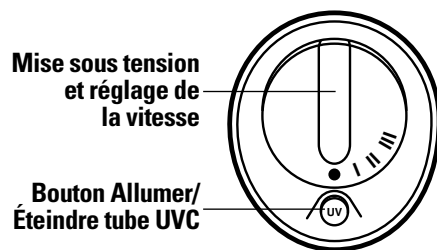

Figure 2
3. Sélectionnez l'activation ou la désactivation des rayons UVC à l'aide du bouton Allumer/Éteindre tube UVC (Figure 2).